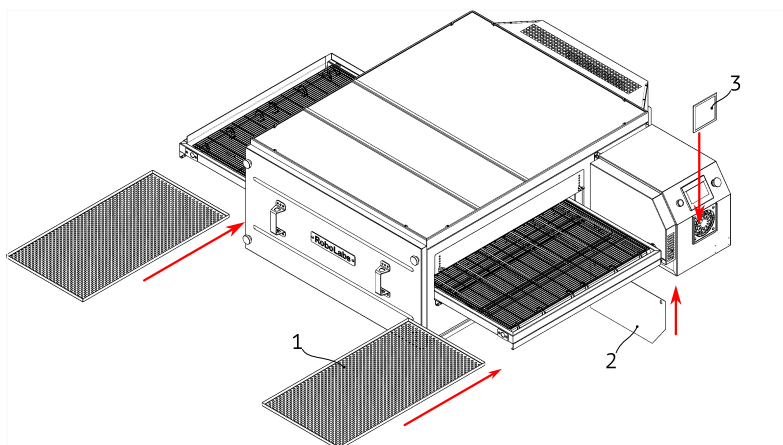

Рисунок 7
9. Установите поддоны (1) в направляющие, см. Рис. 7.